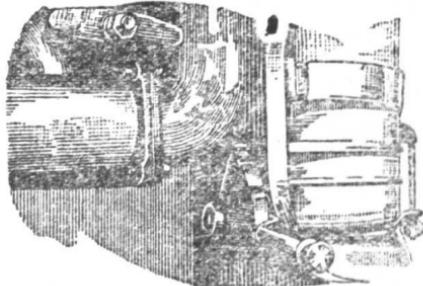

图5 減壓杆在“起动”位置圖
7. 将减压杆放到“起动”位置（图5）。
① 机油压力表、柴油压力表和水温表都安装在驾驶员座前之仪器板上。